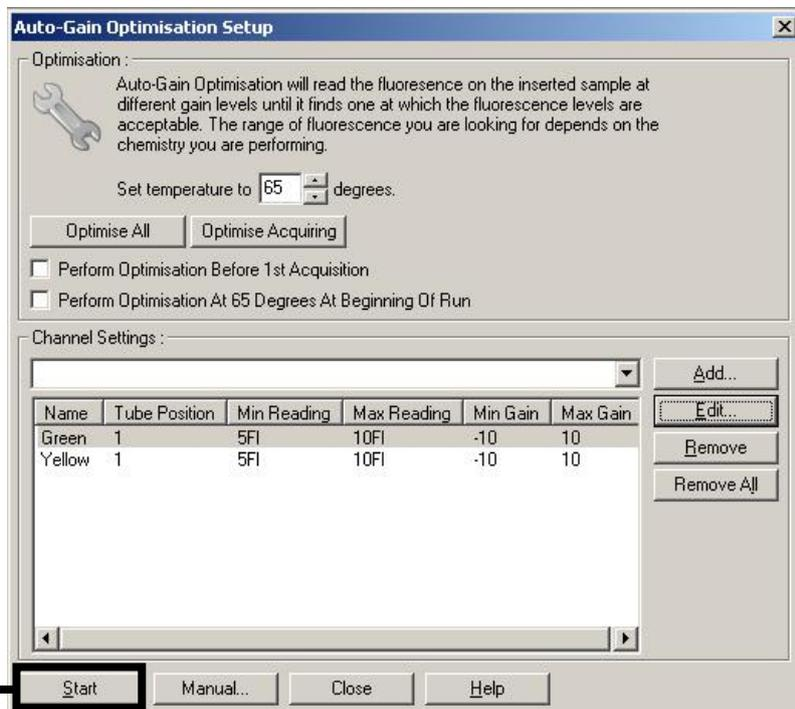

Figura 3. Avvio dell'ottimizzazione del guadagno.
- Fare clic su **Start** (avvia) per avviare l'ottimizzazione del guadagno per il primo test *artus* (Figura 3).